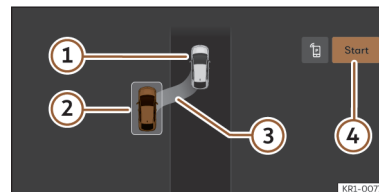
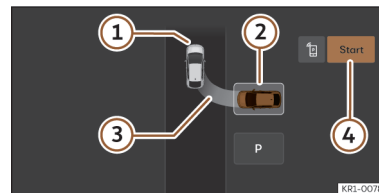

Fig. 160 No ecrã do sistema infotainment: posição para estacionar em linha.
Fig. 161 No ecrã do sistema infotainment: posição para estacionar em espinha.
>>> Fig. 160, >>> Fig. 161
- ① Próprio veículo
- ② Lugar de estacionamento detetado
- ③ Indicação da manobra proposta para estacionar
- ④ Iniciar a manobra de estacionamento
- Observe na visualização do ecrã do sistema infotainment se se detetou o lugar como «apropriado» e se atingiu a posição correta para estacionar >>> Fig. 160, >>> Fig. 161. Pare o veículo, siga as instruções apresentadas no infotainment.
- Pare o veículo, carregue no travão e, após uma breve pausa, pressione a tecla **Iniciar** ④ no sistema infotainment.